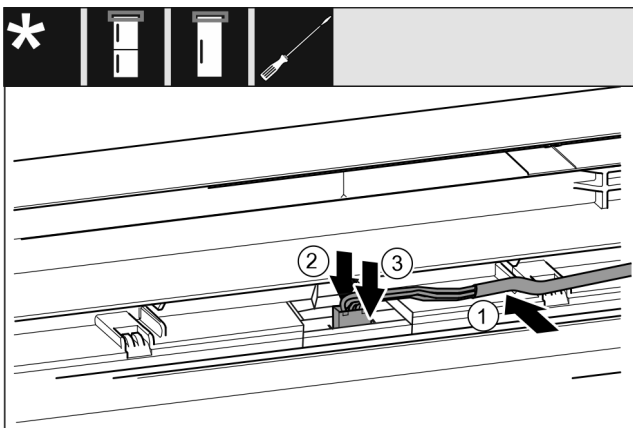

Fig. 33
- ▶ Introduceți cablul gri în ghidaj, în ușa superioară. Fig. 33 (1)
- ▶ Apăsați ciocul de fixare spre înapoi. Fig. 33 (2)
- ▶ Fixați în poziție fișa. Fig. 33 (3)